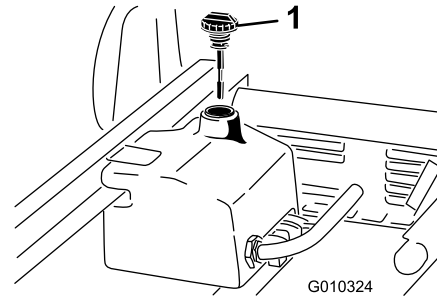

Figura 19
1. Limpie la zona alrededor del cuello de llenado y el tapón del depósito hidráulico (Figura 19). Retire el tapón del cuello de llenado.
2. Retire la varilla (Figura 19) del cuello de llenado y límpiela con un paño limpio. Inserte la varilla en el cuello de llenado; luego retírela y compruebe el nivel del aceite. El nivel del aceite debe estar entre las dos marcas de la varilla.